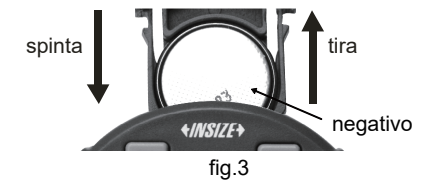

fig.3
4. Installare e rimuovere la batteria (CR2032), il lato negativo della batteria deve essere rivolto verso l'esterno (fig. 3).